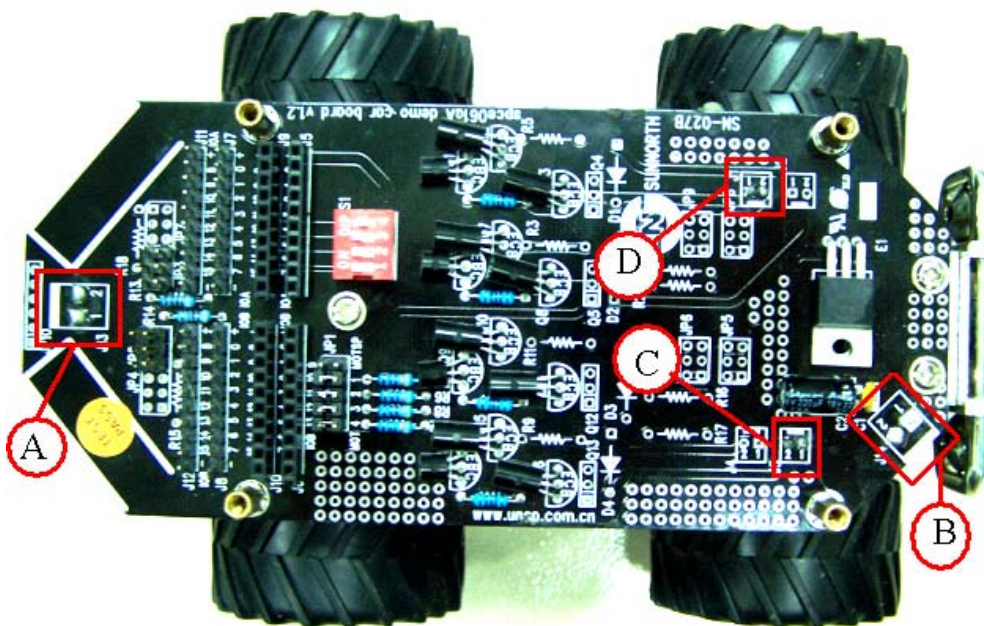

图 3.1 连接控制板
正确连接控制板并将控制板固定到车体上：固定后的实物如图 3.1。
1. 车体与控制板的电源连接，在车体的尾部有一个红色的小开关，开关的前端为电池盒电源输出，后端与控制板的 J13 相连接。在连接时注意 J13（图 3.1 的 A）的 1 端接正电源，2 端接地。
2. 控制板与 61 板的电源连接，61 板的供电是经过稳压模块稳压之后由 J14（图 3.1 的 B）输出，在连接时注意 J14 的 1 端与 61 板的正电源相接，2 端与 61 板的地相接。
3. 电机与控制板的连接，两路电机分别接到控制板的 J1 和 J3，图 3.1 中 C 为 J3，D 为 J1。J1 接左侧电机，J3 接右侧电机，电机的白色（或红色）端子接 1 端，蓝色端子接 2 端。在连接时注意左右不能接反，1、2 端子也不能接反。